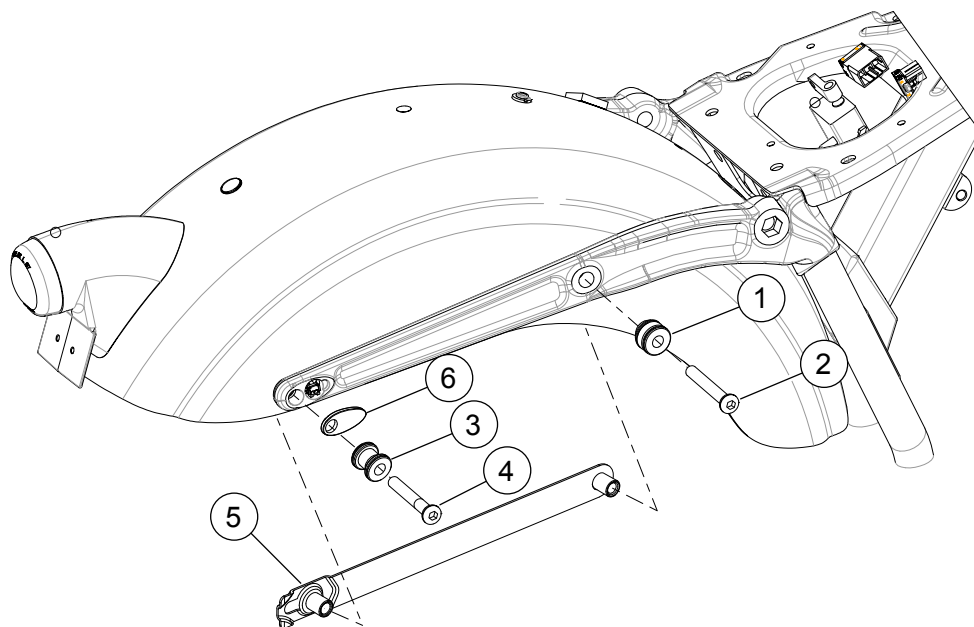

Figura 1. Piezas de servicio: Kit de elementos de sujeción del acoplamiento FXDB
Vea Figura 1 y Tabla 1.
2. Vea Figura 1 y Tabla 1. Aplique Loctite 243 (azul) al perno con cabeza de botón (2) antes de la instalación. Coloque el lado ahusado del punto delantero de acoplamiento (1) contra la riostra. Inserte el perno con cabeza de botón (2) a través del punto de acoplamiento, guardabarros y pieza de soporte de montaje del guardabarros (5). Apriete a 16,3–24,4 N·m (12–18 ft-lbs).
3. Aplique Loctite 243 (azul) al perno con cabeza de botón (4) antes de la instalación. Instale la cubierta del receso del espaciador (6), el punto trasero de acoplamiento (3) y el perno (4) a la pieza de soporte de montaje del guardabarros y apriete a 16,3–24,4 N·m (12–18 ft-lbs).